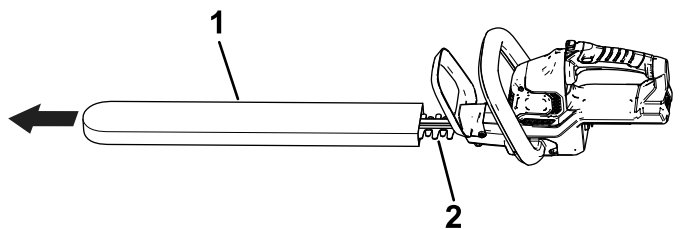

Figura 4
1. Retire la funda protectora de las cuchillas (Figura 4).